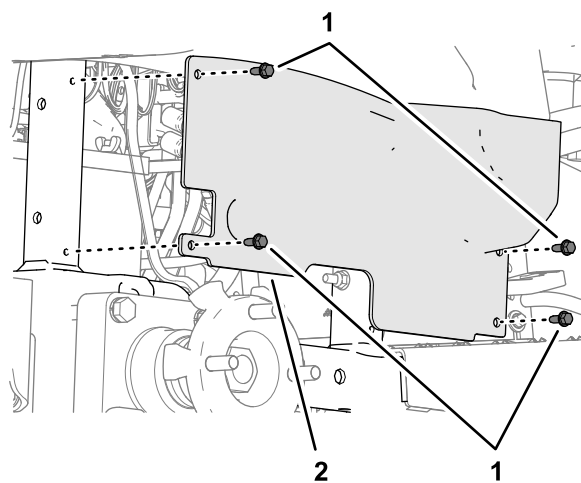

Figura 31
3. Retire os quatro parafusos flangeados ($\frac{1}{4}$ pol. x $\frac{5}{8}$ pol.) que prendem o resguardo da roda ao chassis da máquina (Figura 31).
6. Alinhe os furos no resguardo da roda com a estrutura da máquina (Figura 31) e prenda o resguardo à estrutura com os quatro parafusos flangeados (1/4 pol. x 5/8 pol.) que removeu no passo 3.